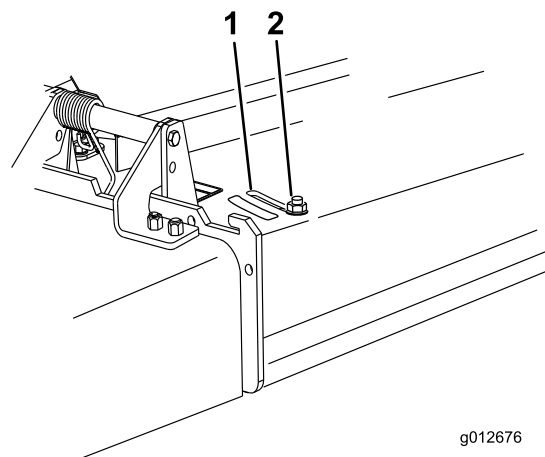

Figure 27
3. Pour régler le déflecteur, desserrez l'écrou (Figure 27).